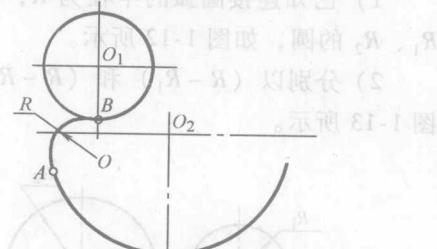

图 1-19 两圆弧间圆弧混合连接步骤四
4) 以  $O$  为圆心、 $R$  为半径画圆弧，连接已知圆于  $A$ 、 $B$ ，即完成作图如图 1-19 所示。